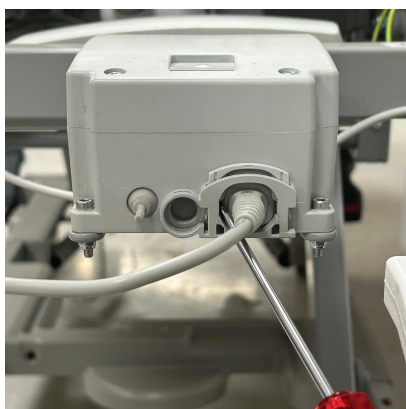

Figura 9 – Împingerea dispozitivului de blocare a cablului de alimentare
3. Folosind o șurubelniță plată mică, împingeți dispozitivul de blocare a cablului pentru baterie. Trageți de cablul bateriei (Figura 9).